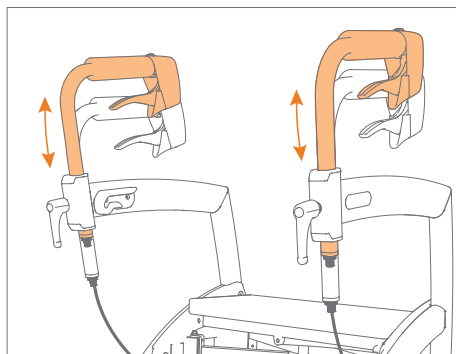

Abbildung 15: Auf die richtige Höhe einstellen.
- b. Schieben Sie die Handgriffe auf die richtige Höhe (**Abbildung 15**).